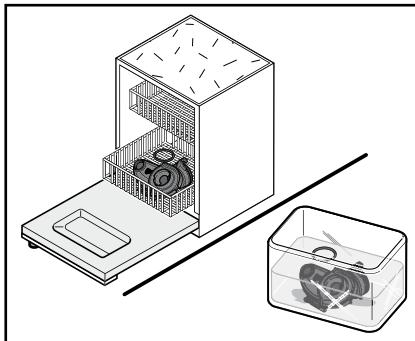

Рис. 39
7. Очистить смесительную вставку с уплотнительным кольцом (Рис. 39):